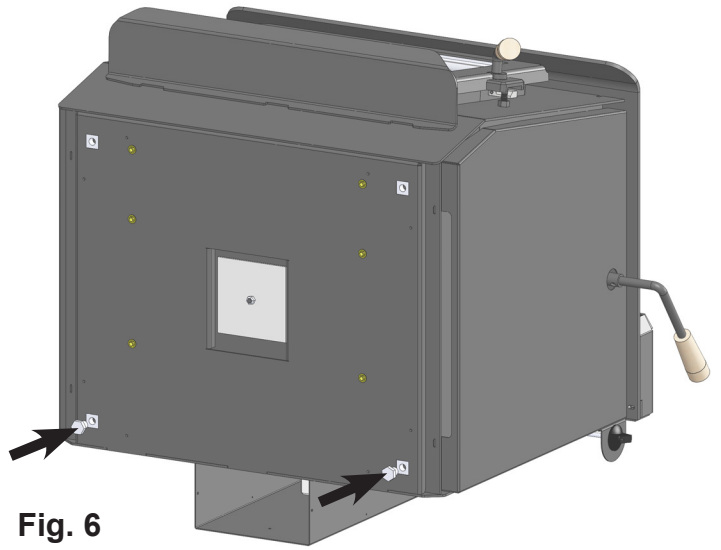

Fig. 6
2. Il y a deux longs boulons de 1/2" x 1/2" fournis avec l'ENSEMBLE de base classique, enfillez-les comme illustré, laissez environ 1/4" de filetage montrant. (**Fig. 6**)